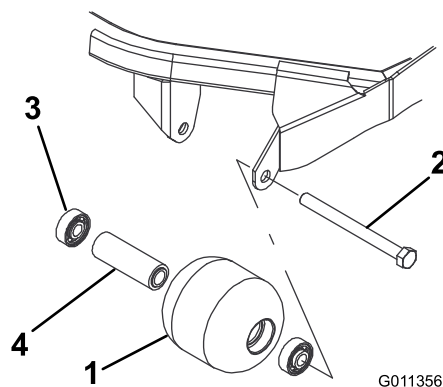

Figure 82
1. Retirez le boulon de fixation du galet (Figure 82).
4. Vérifiez l'état du logement des galets, des roulements et de la douille d'écartement de roulements (Figure 82)
1. Enfoncez le premier roulement dans le logement à la presse (Figure 82). Exercez la pression uniquement sur la bague extérieure ou uniformément sur les bagues intérieure et extérieure.
2. Insérez l'entretoise (Figure 82).
3. Enfoncez le second roulement dans le logement (Figure 82) en exerçant une pression uniforme sur les bagues intérieure et extérieure jusqu'à ce que la bague intérieure rencontre la douille d'écartement.